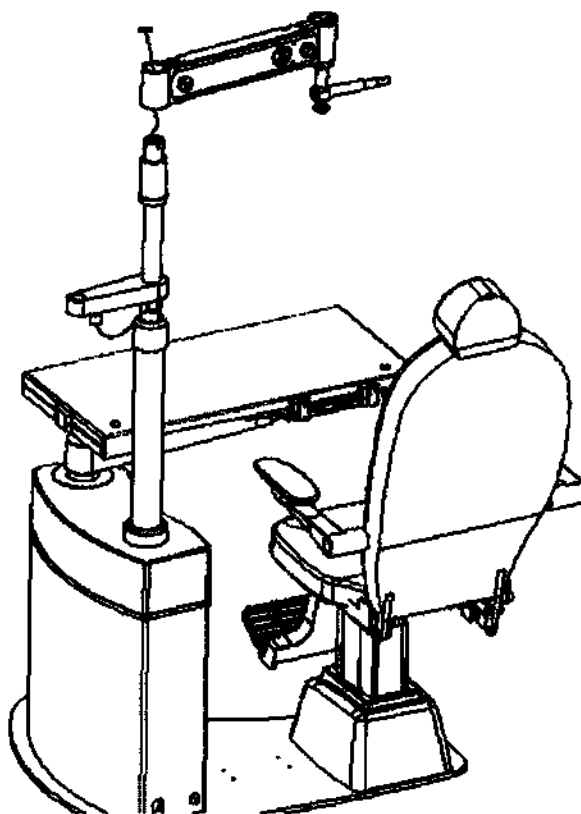

Рис. 6 Рис. 7
8) Соберите кронштейн на хромированной трубе, обратите внимание на то, чтобы ограничитель кронштейна подходил к упорному винту, и убедитесь, что крышка крепления отделена от частей кронштейна; (Рис.6)